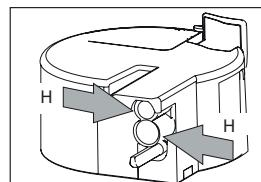
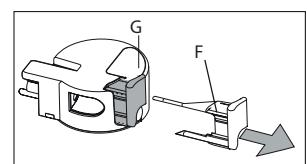

Abb. 46
Abb. 47
- Spülen Sie alle Bauteile gründlich in heißem Wasser mit mildem Spülmittel. Achten Sie darauf, dass in den Öffnungen (Abb. 46) und der Kerbe (G) am kleineren Ende des Schiebers für die Milchschaumqualität (F) keine Milchrückstände zurückbleiben (Abb. 47).